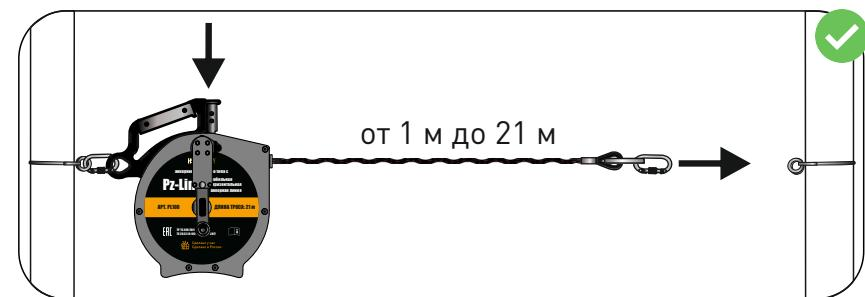

рис. 8
- Нажмите кнопку на верхней части корпуса и удерживайте ее нажатой для спускания троса (рис. 8). Натягивайте трос, пока не будет достигнута нужная длина. Убедитесь в том, что ручка натяжения троса находится в